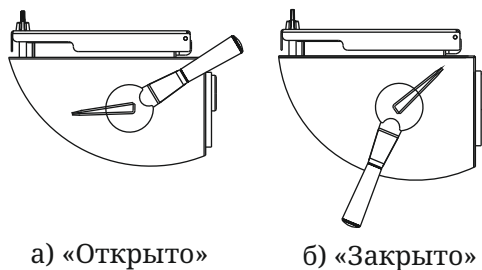

Рисунок 10
2. Открыть задвижку прямого хода (см. рисунок 10а).